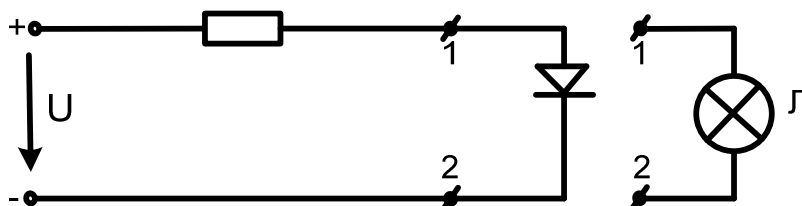
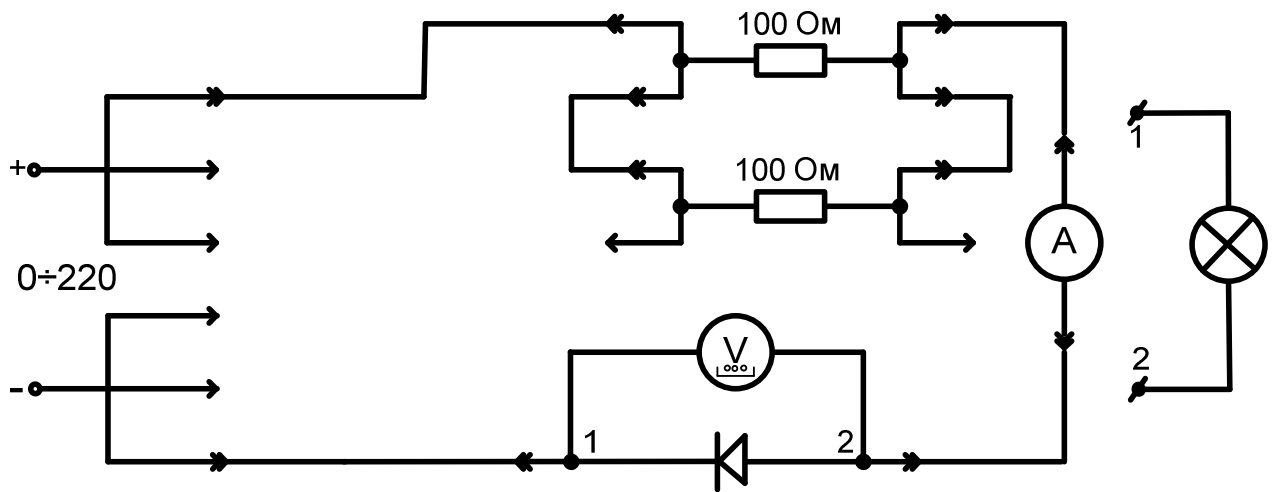
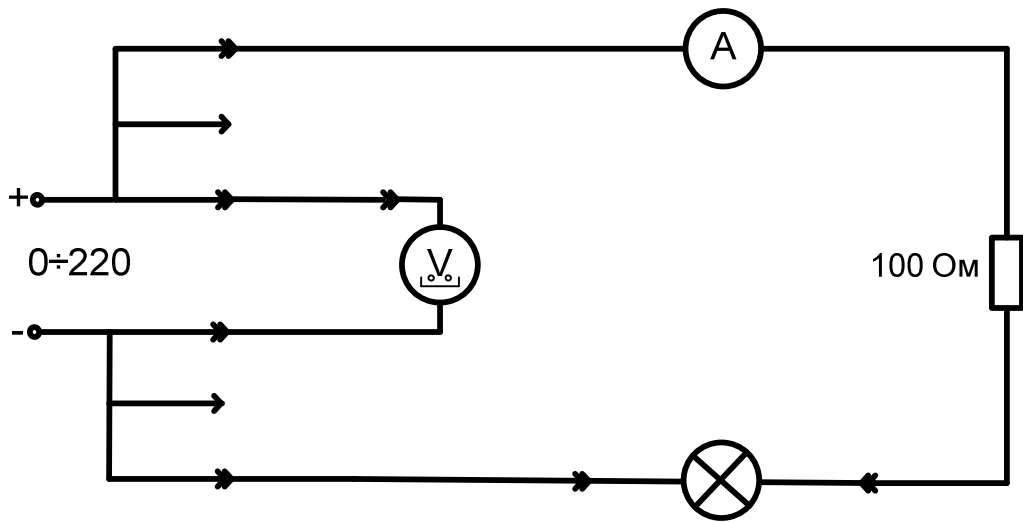

Рис. 9.1
Рис. 9.2
Рис. 9.3
Лабораторная работа проводится на панели №6 секции электрических цепей. В работе используется полупроводниковый диод (Д) и лампа накаливания (Л). Входное напряжение подается от регулируемого источника напряжения постоянного тока (0-220) В. Для снятия вольт-амперных характеристик собирается цепь (рис. 9.2) принципиальная схема которой представлена на рис. 9.1. Для снятия вольт-амперных характеристик при последовательном и параллельном соединении резистора и лампы собираются соответственно схемы, показанные на рис. 9.3 и 9.4.
9.4.1. Собрать электрическую цепь (рис. 9.2). Снять вольт-амперную характеристику диода. При этом изменять напряжение на входе от 0 до значения, при котором ток в цепи будет равен 2 А (6-7 измерений). Результаты опыта занести в табл. 9.1.
9.4.3. Заменить в монтажной схеме (рис. 9.2) диод на лампу накаливания. Снять вольт-амперную характеристику лампы, изменяя входное напряжение от 0 до 150 В (5-6 измерений через каждые 30 В). Результат опыта занести в табл. 9.1.
9.4.5. Собрать электрическую цепь (рис.9.3). Снять вольт-амперную характеристику при последовательном соединении резистора и лампы, изменяя входное напряжение от 0 до 150 В (5-6 измерений). Результаты занести в табл. 9.2.
9.4.6. Построить в одной координатной схеме ВАХ лампы и резистора и ВАХ всей цепи. Сложение производить по напряжению, т.к. ток общий. Построить в той же координатной системе ВАХ цепи (рис. 9.3) по результатам измерений. Сделать выводы.